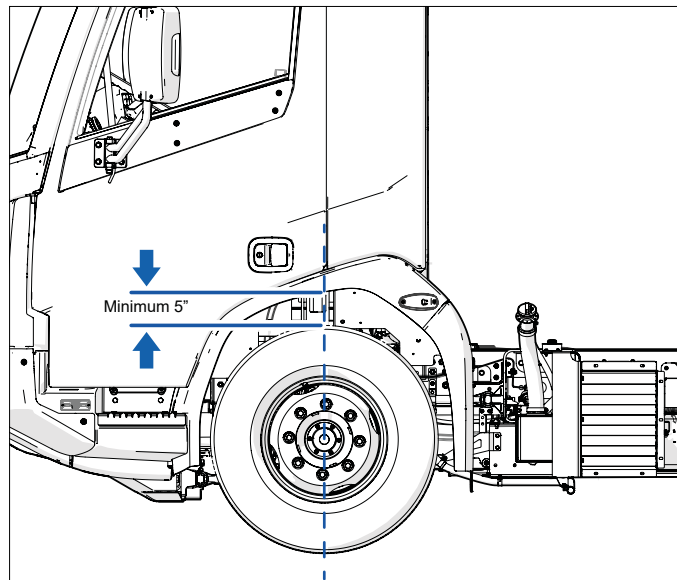
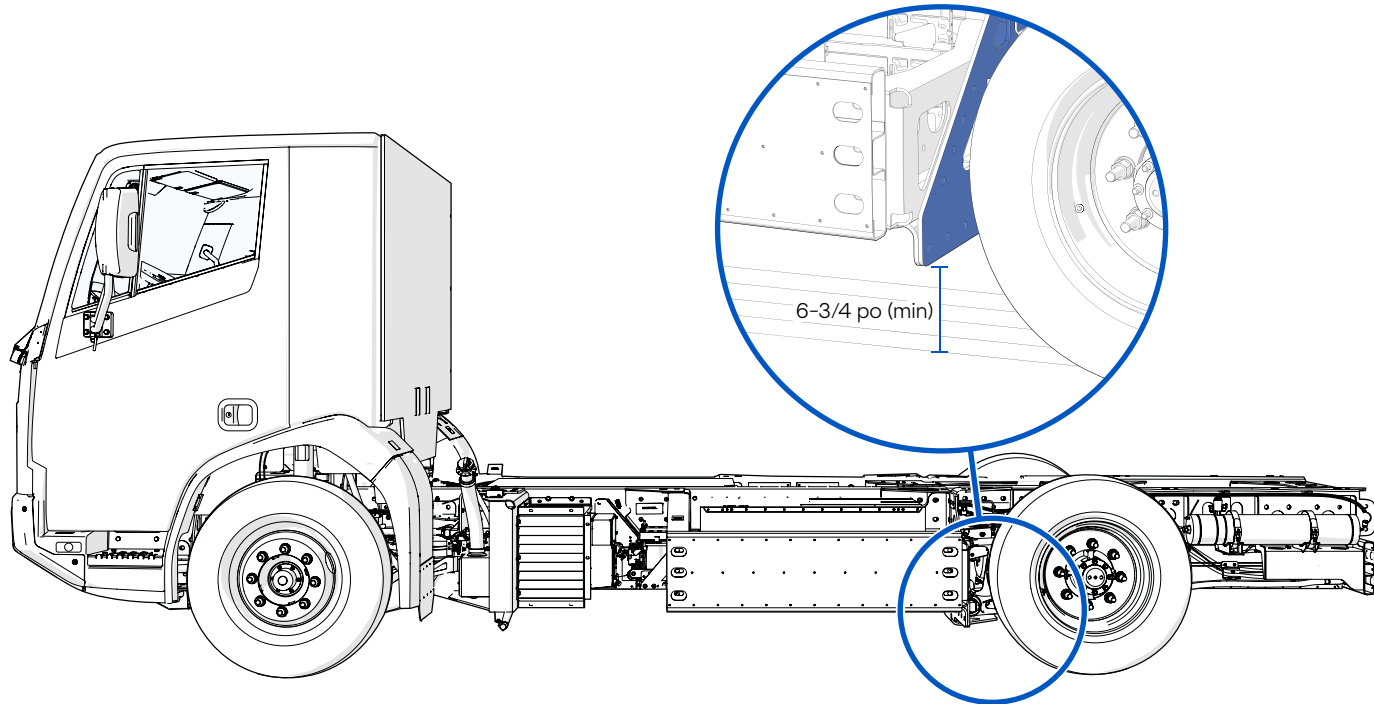

Figure 26 - Hauteur de caisse minimum pour le remorquage
Figure 27 - Hauteur minimum pour le remorquage par l'avant
- Si la suspension hydraulique n'est pas fonctionnelle et que la distance entre le pneu avant et l'aile est inférieure à 5 po (13 cm) (**Figure 26**), seul le remorquage sur remorque à plateau est possible.
- Si la suspension hydraulique n'est pas fonctionnelle et que la distance entre le pneu et l'aile est de 5 po (13 cm) ou plus (**Figure 26**), le remorquage par l'essieu avant est autorisé. Suivez la procédure de remorquage par l'avant décrite dans les pages qui suivent. Confirmez que la distance devant la roue arrière entre le support de batterie et le sol est d'au moins 6.75 po (17 cm) (**Figure 27**).